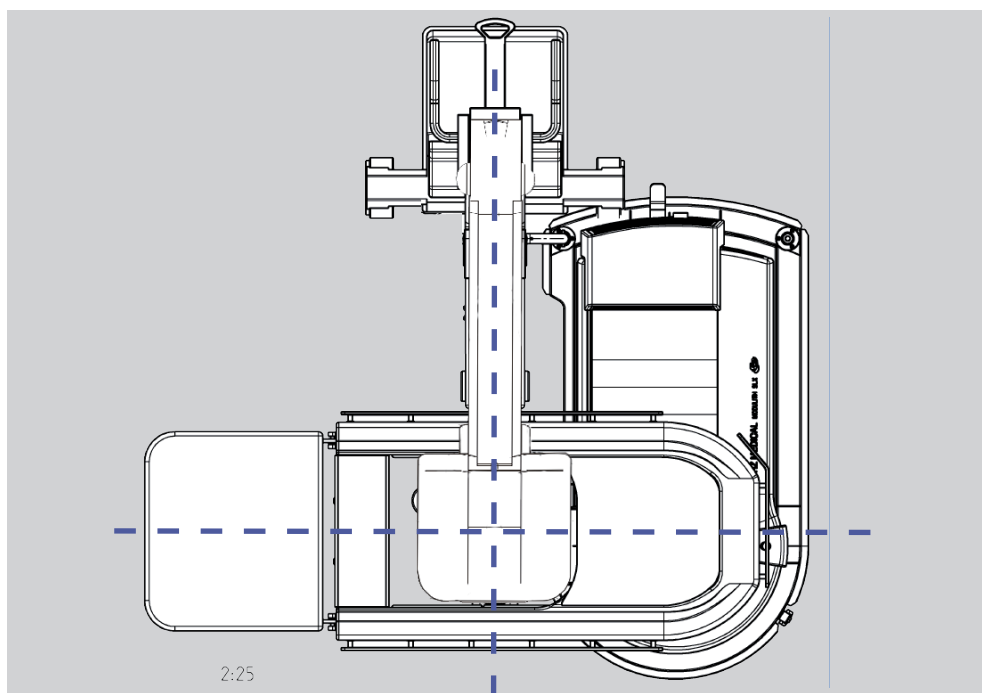

Рис. 13-26 Настройка С-дуги. Вид сверху
- Осторожно переместить С-дугу под терапевтическую головку. Рентгеновская С-дуга должна быть перпендикулярна к передвижному/полустационарному литотриптеру МОДУЛИТ SLX-F2 (Рис. 13-26).